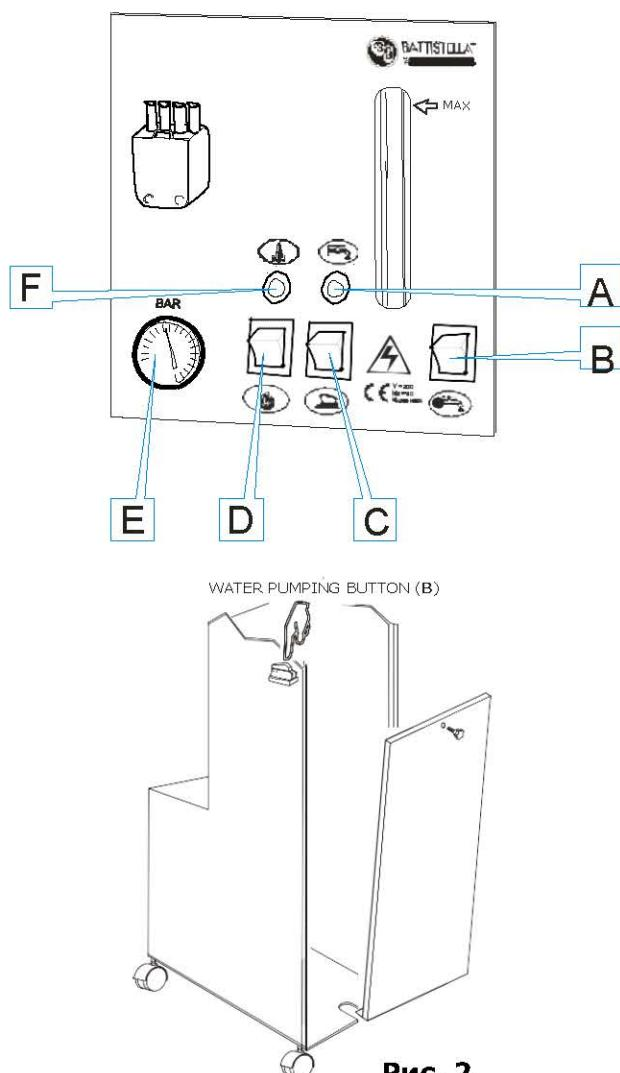

Рис. 2
Для настройки парового потока вы должны повернуть ручку на соленоидном клапане. Теперь можно начинать гладить. Во время работы индикатор бойлера загорается и гаснет (рис. 2 F), это означает, что парогенератор работает правильно.
Если горит индикатор "отсутствует вода" (Рис. 2А) - это означает что закончилась вода внутри бойлера. Заполните бойлер водой, как описано выше.
4. Сливайте бойлер, убедившись, что давление в бойлере не более 0,5 бар (рис. 2 Е). Выполняя эту процедуру, используйте перчатки для защиты от ожогов.